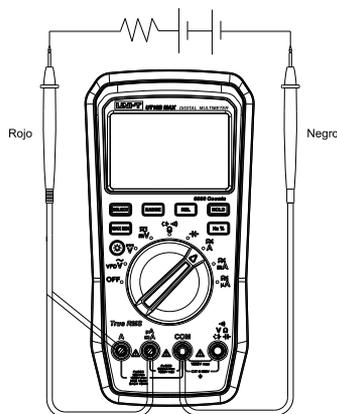

Figura 7
6. Medición de corriente de AC/DC (Figura 7)